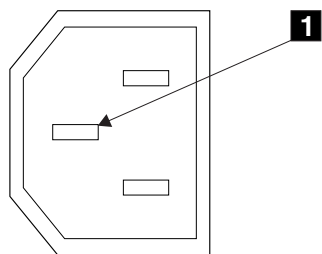

图 2. 接地引脚
6. 检查 SAN Volume Controller 的配线架和每个主电源接口的接地引脚（第 xxvii 页的图 2 中的 **1**）之间的连续电阻。